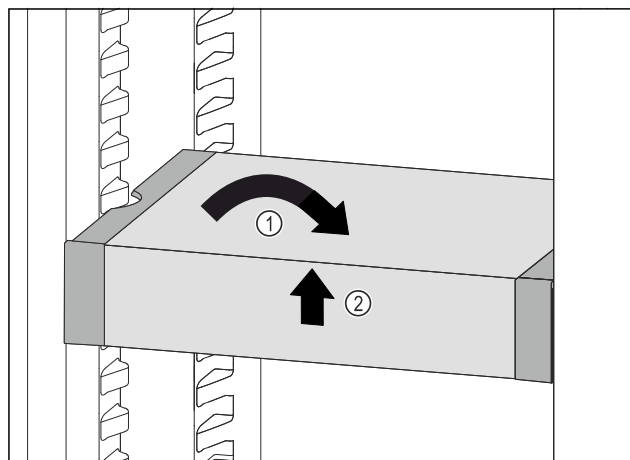

Fig. 88
- Вирівняти VarioSafe. Fig. 88 (1)
- Підняти VarioSafe спереду. Fig. 88 (2)